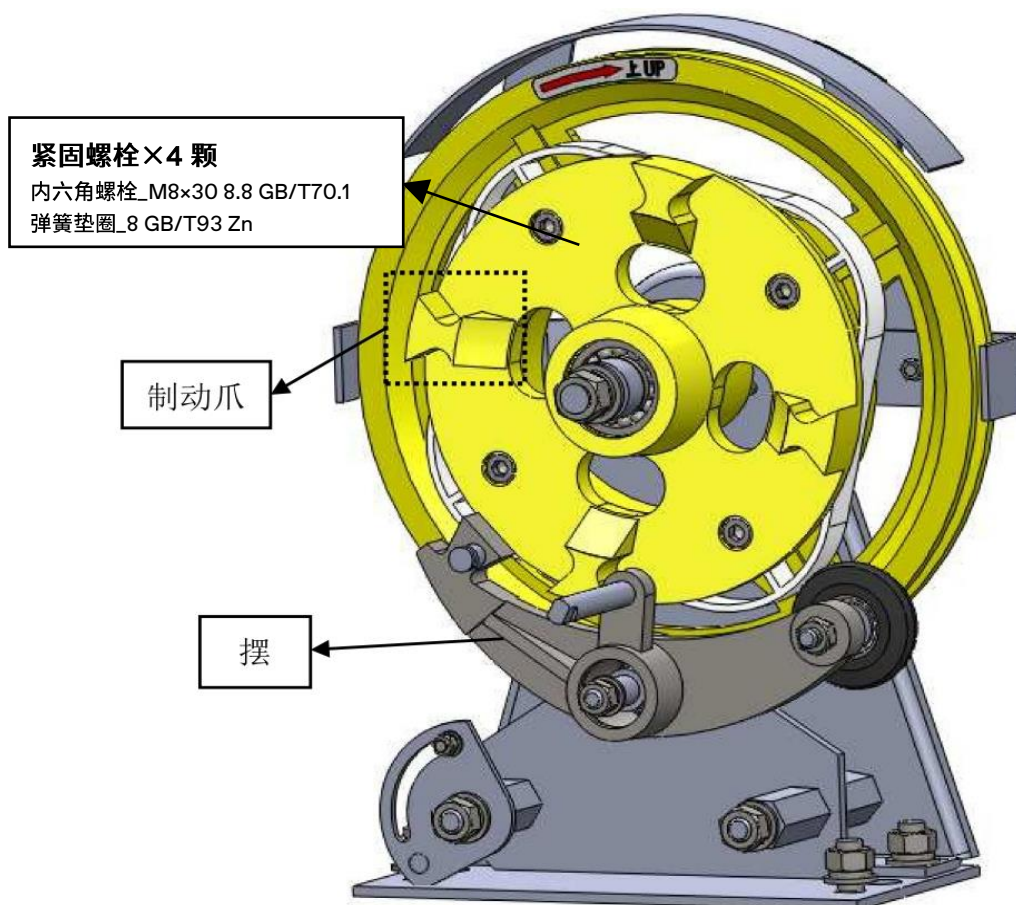

图 3
2. 闭合电磁铁远程触发电路(接线端 4),电磁铁通电使摆卡入制动轮的制动爪内(见图 3),从而使限速器产生机械动作,并通过操纵机构使安全钳动作。